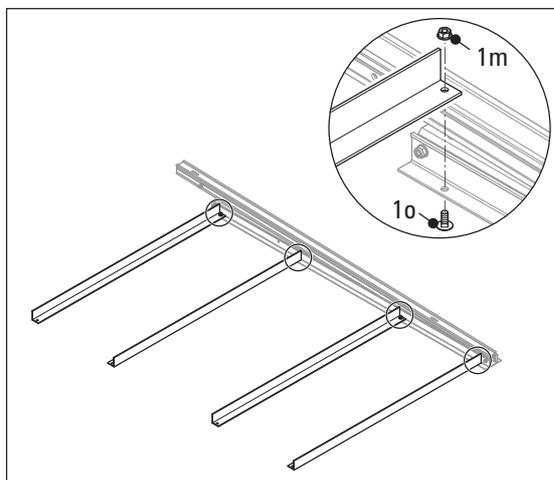
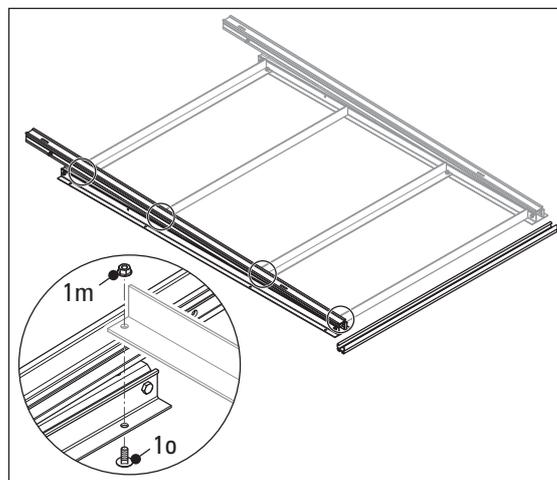

Fig. 3-6 Montar los travesaños
Fig. 3-7 Montar el segundo triángulo con travesaños
4. Instalar tornillos cilíndricos de cabeza rebajada (pos. 1o) desde abajo en los orificios preperforados (lupa de fig. 3-6) y colocar los travesaños de forma ortogonal con el triángulo con las aperturas de tornillos coincidiendo con los tornillos cilíndricos de cabeza rebajada (fig. 3-6).
5. Asegurar los tornillos hexagonales con ayuda de las tuercas hexagonales con el dentado de bloqueo (pos. 1m).
6. Alinear el segundo triángulo básico en la posición de montaje deseada con ayuda de la guía de perfil de montaje en el lado libre del travesaño (fig. 3-7).
7. Introducir aquí también uno tras otro los tornillos cilíndricos de cabeza rebajada y asegurarlos con las tuercas hexagonales con dentado de bloqueo (lupa de fig. 3-7).
Si se instala un bastidor de tejado plano para más de dos colectores planos EKS26P, en primer lugar debe montarse únicamente la primera pieza del bastidor básico hasta el paso 7 inclusive (como se muestran en fig. 3-7) para un colector plano. El paquete complementario debe montarse entre el bastidor básico, pues en caso contrario la posición de los colectores planos se desplaza sobre el bastidor y no es simétrica.
1. Posicionar correctamente un triángulo básico desde el paquete de ampliación correspondiente (véase fig. 3-6) y colocarlo y fijarlo según el principio ya descrito para el paquete básico.